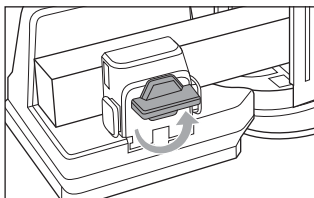

Fig. 8
- ◆ Pentru eliberarea piesei de prelucrat, rotiți butonul de reglare ❸ în sens antiorar (a se vedea fig. 8).